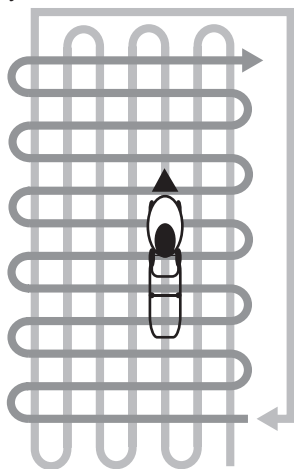

Рис. 16 Схема скашивания высокой и/или загущенной травы
5. При работе в тяжелых условиях (п. 3,4) рекомендуется проводить скашивание в несколько приемов каждый раз уменьшая высоту скашивания. На Рис. 16 представлена схема движения газонокосилки при скашивании высокой и/или загущенной травы.